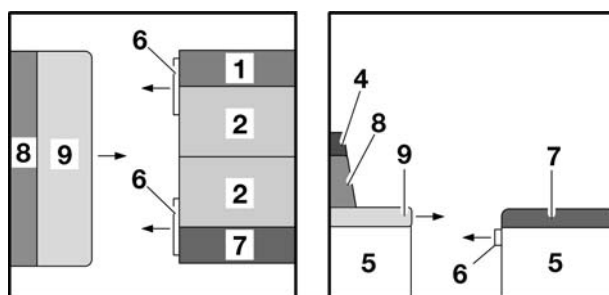

Fig. 90 Durante la trasformazione
- Estrarre la prolunga del cassone letto (Fig. 90,6) da entrambi i cassoni della dinette centrale fino all'arresto.
- Sollevare leggermente il divano (Fig. 90,9) ed estrarlo fino all'arresto.
- Sfilare il cuscino aggiuntivo (Fig. 90,4) dal cuscino dello schienale (Fig. 90,8). Il cuscino aggiuntivo è fissato a quello dello schienale tramite un nastro in velcro e può essere staccato con facilità.